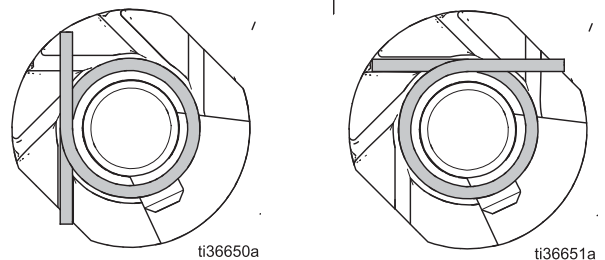

図 3 バネ位置
4. バネ (5) をステムに取り付け、シャフトア組み立て部品 (6) のスロットの 1 つに取り付けます。バネの上部アームは、ハンドルに対してほぼ垂直またはわずかに反時計回りの位置にある必要があります (参照図 3)。